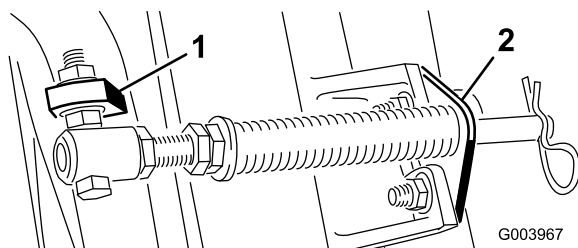

图 5
- D. 使用车身螺栓和螺母将杆支架固定到滚刀组凸耳上 (图 5)。